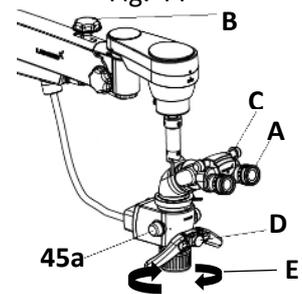

Fig. 45
3. Verrouillez le mouvement de haut en bas du bras de suspension à l'aide du bouton de verrouillage (B) de la Fig. 45 après avoir focalisé la zone d'intérêt.
5. Ajustez la distance des yeux selon l'échelle IPD (C) selon votre convenance.
6. Réglez la dioptrie des deux oculaires (A) sur zéro.
7. L'éclairage est contrôlé par le bouton de commande (D), Fig. 45. Tournez-le dans le sens des aiguilles d'une montre ou dans le sens inverse pour obtenir le niveau d'éclairage souhaité.